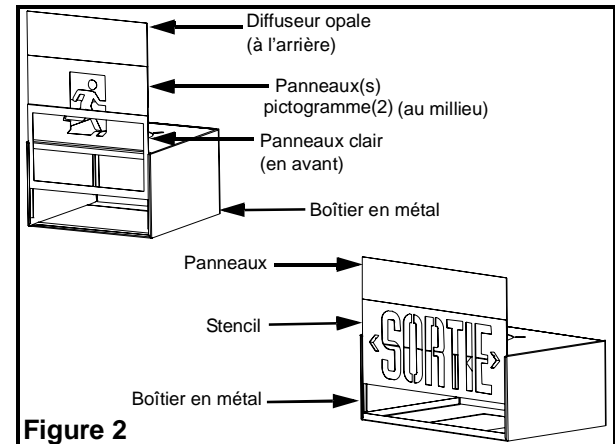

Figure 2
3. Glisser les panneaux ensemble dans le cadre en métal (voir figure 2).
2. Glisser les panneaux ensemble dans le cadre en métal (voir figure 2).